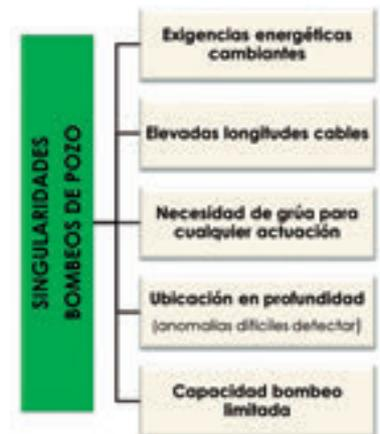

Figura 2. Singularidades bombes de pozo.
**Figura 2.** Ejemplo de testificación geofísica, con la obtención de diferentes parámetros geofísicos (gamma natural, potencial espontáneo, resistencia monoelectrónica y resistividades normales), temperatura y conductividad, realizada en un sondeo en construcción que ha permitido diferenciar acuíferos con agua apta para riego y otros de mala calidad, cuya utilización supondría la salinización del suelo.
Los bombes de pozo presentan estas singularidades (Figura 2):